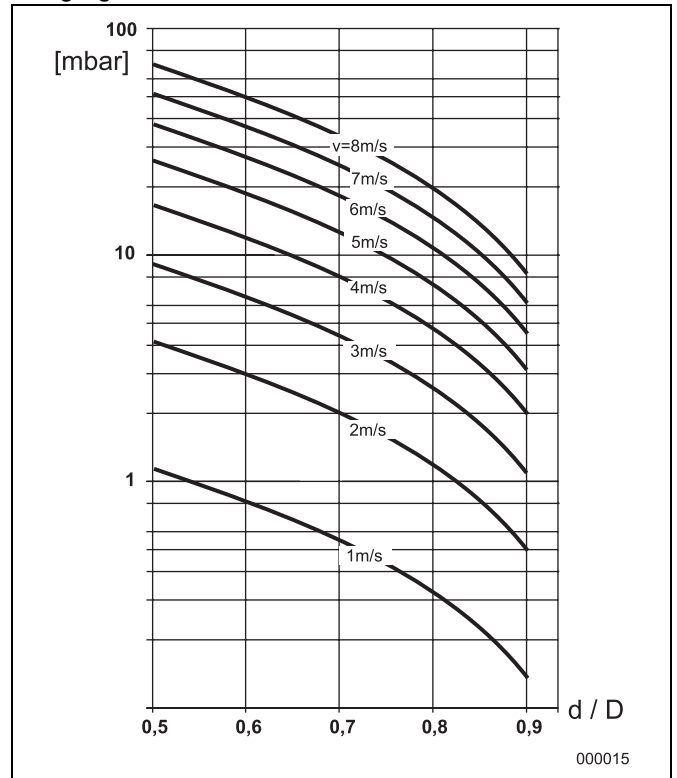

Abb. 19
2. Die Fließgeschwindigkeit aus dem Durchflusnomogramm (Abb. 19) entnehmen